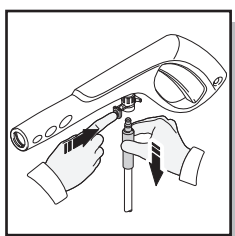
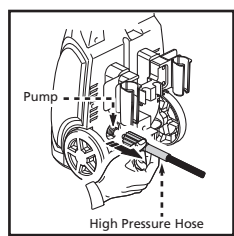

Fig. 23
Fig. 24
- Quite la manguera de alta presión de la pistola de pulverización (Fig. 23) y desenroscar el otro extremo de la manguera de alta presión de la hidrolavadora (Fig. 24).